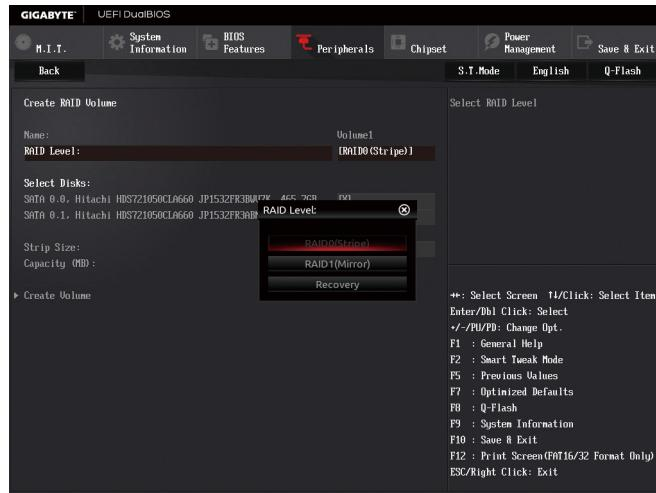

图4
在「Intel(R) Rapid Storage Technology」画面时，请在「Create RAID Volume」选项按<Enter>键，进入「Create RAID Volume」画面，首先在「Name」选项自订磁盘阵列名称，字数最多可至16个字母但不能有特殊字符，设定好后按<Enter>键。接着使用下键移动至「RAID Level」选项选择要制作的RAID模式(图4)。RAID模式选项有：RAID 0(Stripe)、RAID 1(Mirror)、Recovery、RAID 10 及RAID 5 (可选择的RAID模式会依据所安装的硬盘总数而定)。选择好RAID模式后，再按下键移动至「Select Disks」选项。